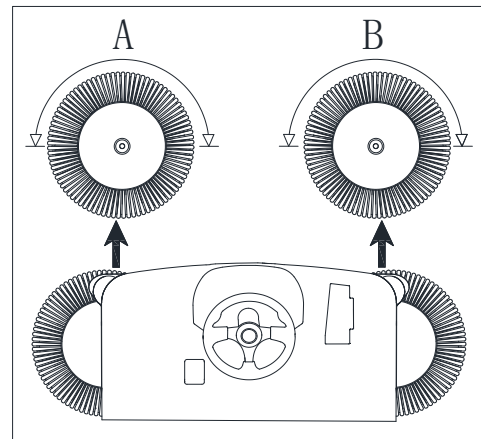
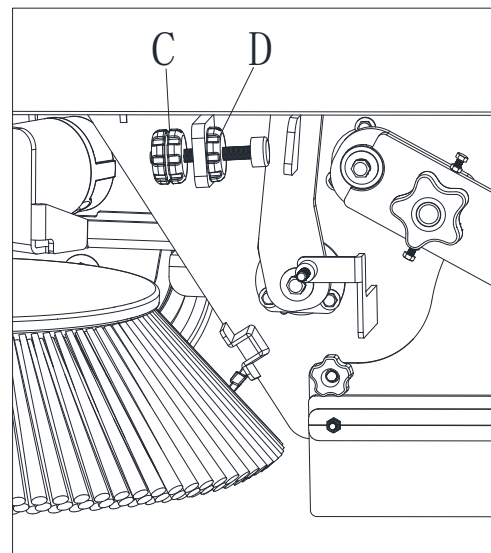

Abb. 28
Abb. 29
- Stellen Sie sicher, dass die Abdrücke der Seitenbesen der Abbildung (A und B, Abb. 28) entsprechen.
5. Stellen Sie den Seitenbesenregler (C, Abb. 29) ein, bis der richtige Abdruck (A und B, Abb. 28) erreicht ist. Sichern Sie den Regler im Anschluss mit der Ringmutter (D, Abb. 29).